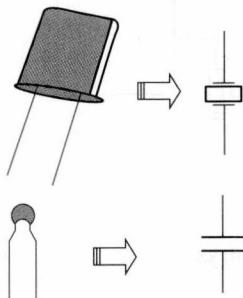
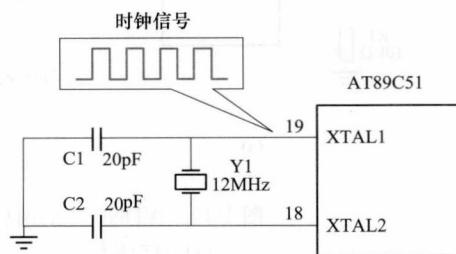

图 1-7 内部时钟电路元件
图 1-8 AT89C51 内部时钟电路
(1) 内部时钟方式。89C51 单片机的内部有一个片内振荡器电路, 但仍需在 XTAL1(19 管脚) 和 XTAL2(18 管脚) 之间连接一个晶振 Y1 (crystal, 石英晶体振荡器), 并加上容量为 20~40pF 的电容 C1、C2 组成时钟电路。所选择的元件外形如图 1-7 所示。时钟电路图如图 1-8 所示。时钟电路的振荡频率取决于晶振的固有振荡频率, 这个频率会印在晶
体振荡器的外壳上。一般情况下，我们可以选择 1.2~12MHz 的晶振。单片机的这种使用内部振荡电路、外接晶振等反馈元件配合产生时钟信号的方法称为内部时钟方式。我们可以使用示波器从单片机的 XTAL1 (19 管脚) 观察到时钟信号，如图 1-8 所示。